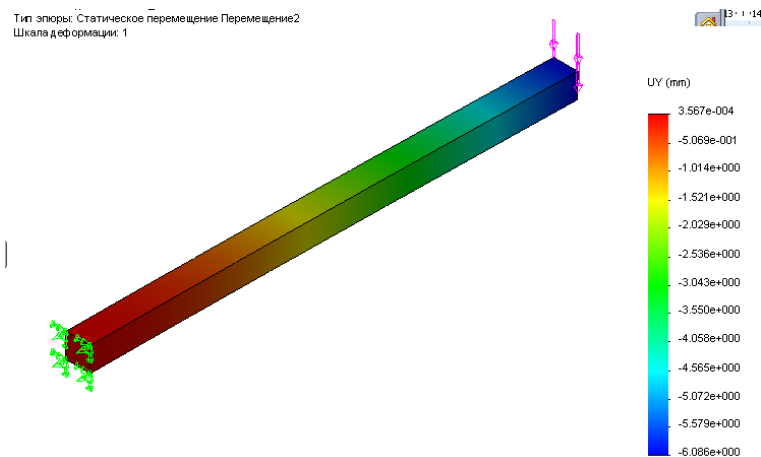

Рисунок 3.4 – Эпюра вертикальных перемещений
2. В окне PropertyManager в разделе **Отобразить** (рис. 3.4):